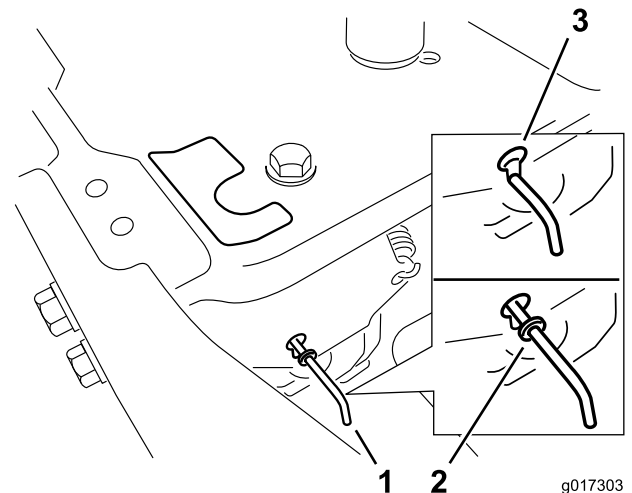

Figura 17
4. Spostate in avanti le leve di bypass attraverso il foro della chiavetta, quindi verso il basso per bloccarle in posizione (Figura 17).
Spostate indietro le leve di bypass attraverso il foro della chiavetta, quindi verso il basso per bloccarle in posizione, come illustrato in Figura 17.